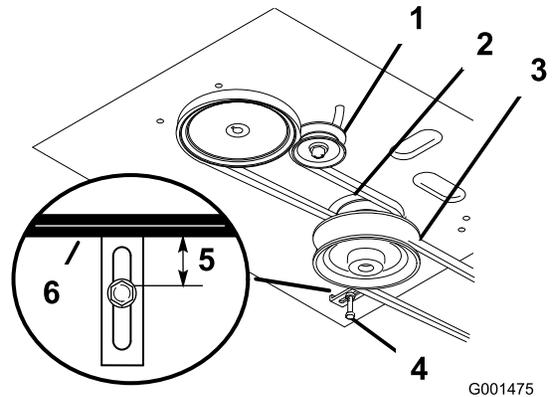

Figure 46
8. Vérifiez que le guide de courroie sous le bâti du moteur est réglé correctement (Figure 46).
Remarque: Le guide de courroie et la courroie du tablier de coupe doivent être espacés de 19 mm (¾ po) quand la courroie est engagée (Figure 46). Réglez la courroie du tablier de coupe au besoin. La courroie désengagée ne doit pas traîner ni tomber de la poulie quand les guides et la tension de la courroie sont réglés correctement.